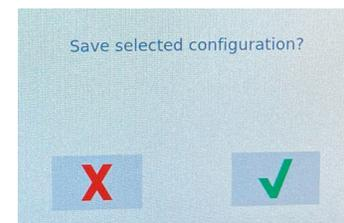

Figure 20
- k) Le contrôleur affiche "**Sauvegarder configuration?**" Appuyez sur la coche verte bouton pour continuer (voir Figure 20). Si un autre affichage s'affiche L'armoire doit être Configuré, répétez les étapes 21a-21k sur cet écran.